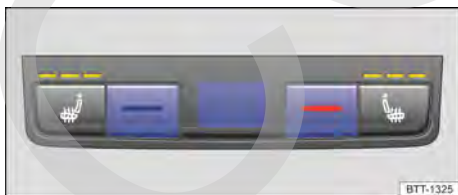

Fig. 116 En la parte trasera de la consola central: mandos para las plazas traseras.
– Pulse las teclas **■** y **■** → fig. 116 para ajustar la temperatura.